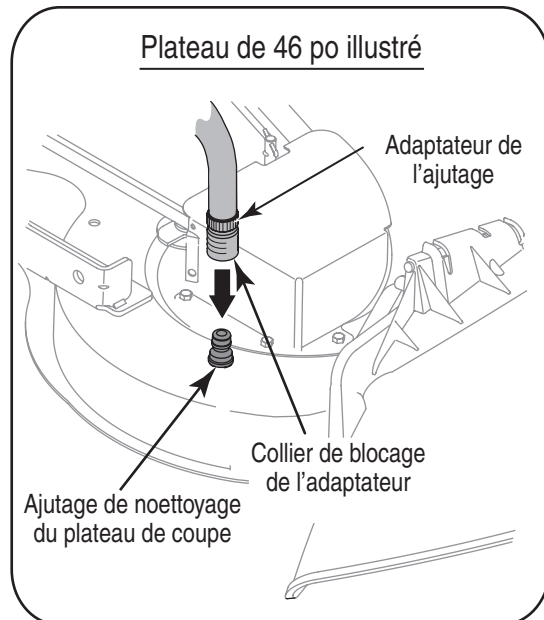

Figure 22
4. Attachez le raccord pour boyau d'arrosage à l'orifice aménagé sur la surface du plateau de coupe. Voir la Figure 22.